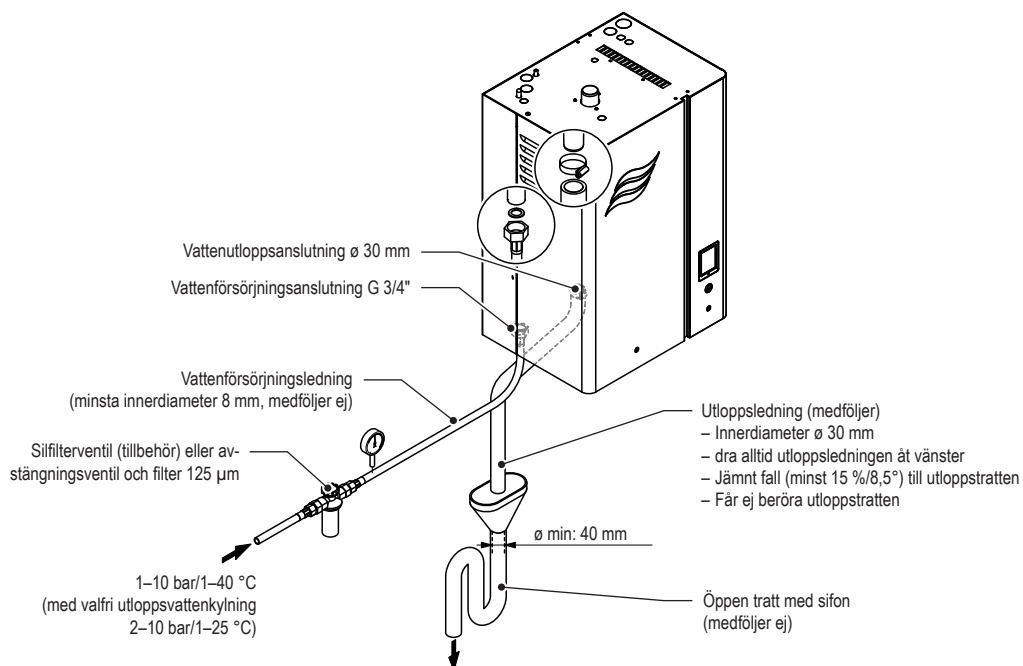

Fig. 21: Översikt över vatteninstallation för enkel chassi i litet ("S") och medelstort ("M") utförande
- Dra alltid medföljande utloppsledning åt vänster från utloppsanslutningen och nedåt till utloppsträtten (se Fig. 21).